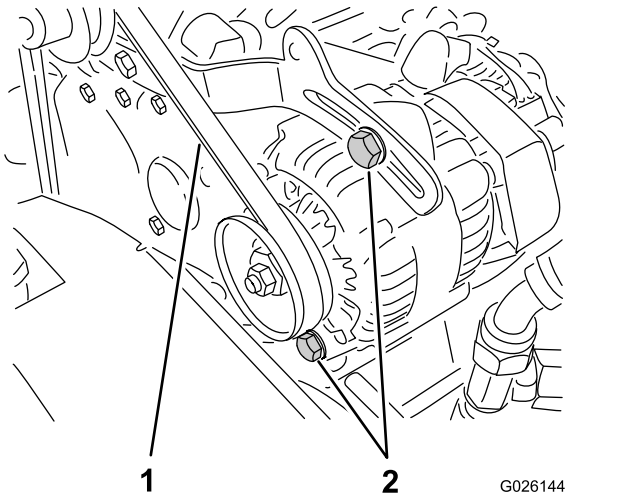

Figure 62
2. Contrôlez la tension de la courroie en exerçant une force de 10 kg (22 lb) sur le brin à mi-chemin entre les poulies d'alternateur et de vilebrequin (Figure 62).
- A. Desserrez les 2 boulons de fixation de l'alternateur (Figure 62).
B. Aidez-vous d'un levier pour tourner l'alternateur jusqu'à ce que la tension de la courroie soit correcte, puis resserrez les boulons de fixation (Figure 62).